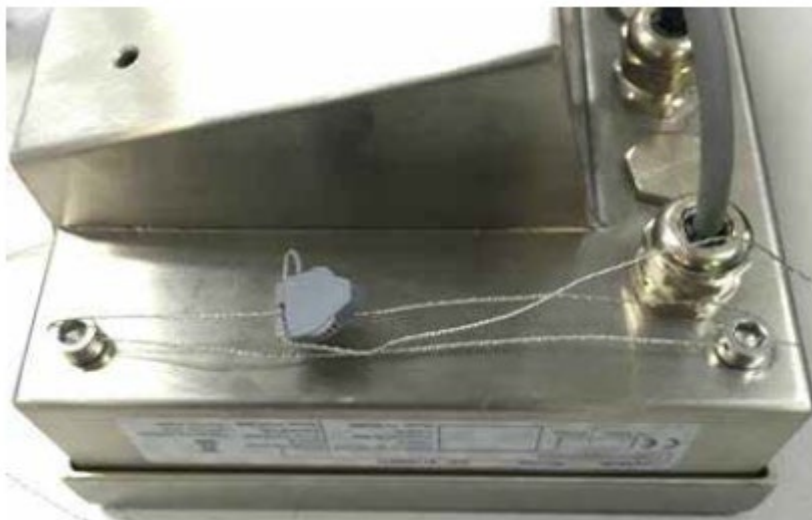

Abbildung 2-17: Plombierung
Die Plombendetails für das IND256x sind in Abbildung 2-17 dargestellt. Gehen Sie wie folgt vor:
2. Führen Sie den Plombendraht durch zwei nebeneinanderliegende Plombierschrauben und befestigen Sie den Plombenhalter wie in Abbildung 2-17 dargestellt.